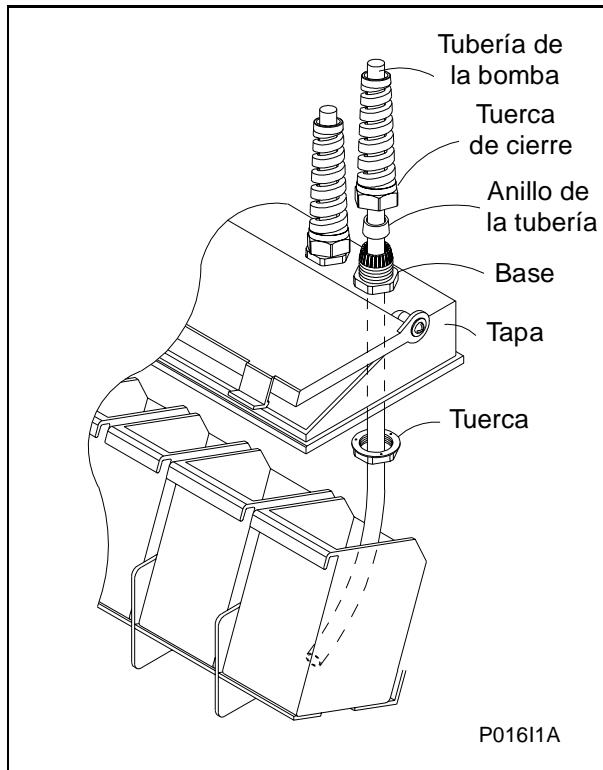

Figura 11
- Quite los tapones de la base. Vea la Figura 11. Los tapones están instalados dentro de los anillos de los tubos.